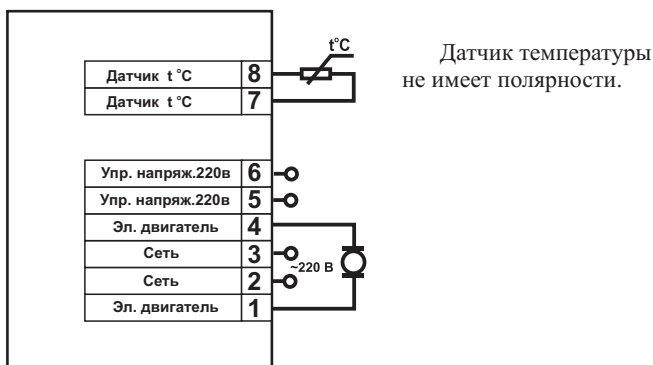

Рис.3 Схема подключения.
4.5. Возможен вариант работы с полным выключением вентилятора при температуре на конденсаторе меньше чем  $t_{min}$ . График изображен на рис.2. В этом режиме можно менять  $t_{min}$  перестановкой соответствующей перемычки на плате (см. рис. 3), но  $V_{min}$  всегда равно 23%. Этот режим включается снятием перемычки на колодке  $V_{min}$ .
4.6. Предусмотрена возможность изменения минимальной скорости вращения вентилятора  $V_{min}$  и минимальной температуры  $t_{min}$  при которой эта скорость достигается. Установка параметров осуществляется установкой соответствующих перемычек (см. рис. 3).
5.7. Подключить датчик и электродвигатель вентилятора наружного блока, подключить напряжение питания согласно рис. 3.